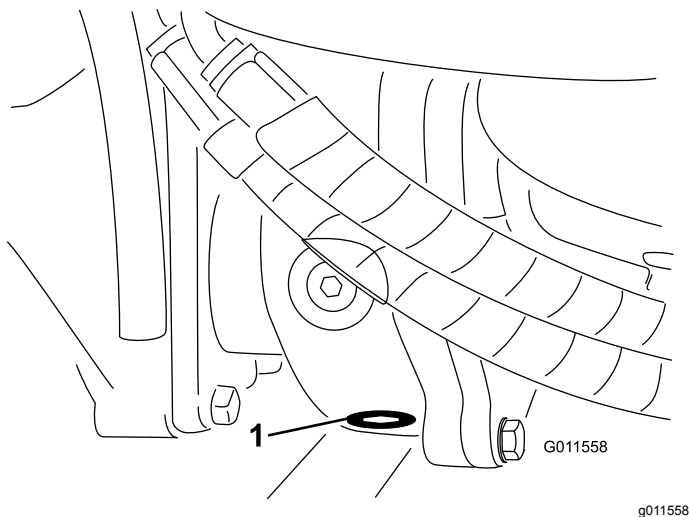

Рисунок 91
5. Очистите область вокруг пробки сливного отверстия в нижней части редуктора (Рисунок 91).